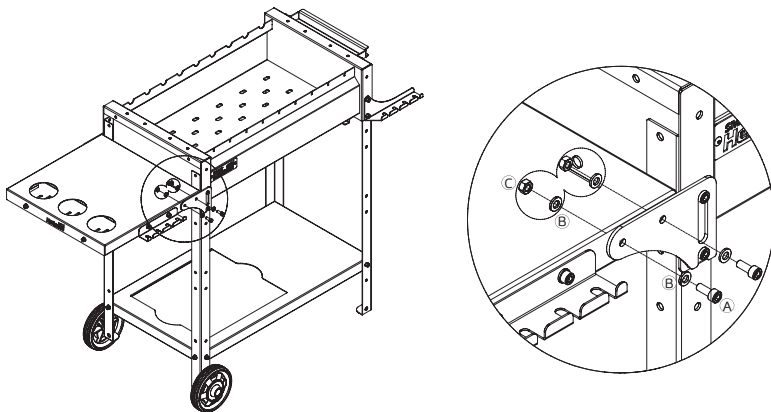

Рис. 24.
- Прикрутить второй кронштейн с помощью винта (А), шайбы (В), гайки (С), используя ключи (К) (рис. 24, 25).